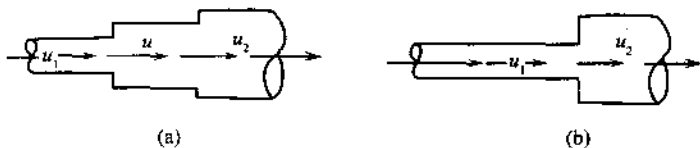

图 1-8
- ① 流动阻力损失占流体动能的比例随雷诺值的增大而下降
- ② 雷诺值增大,摩擦系数下降,流体阻力损失将减小
③ 随着雷诺值的增大,管壁粗糙度对流动的影响增强
④ 随着雷诺值的增大,流体黏度对流动的影响将相对削弱
- ① Re 增加, λ 增加 ② Re 增加, λ 减小
③ Re 增加, λ 基本不变 ④ Re 增加, λ 先增加后减小
- ① 不变 ② 增大
③ 减小 ④ 阻力的变化决定于流体和石蜡浸润情况
59. 图 1-8 中,流体的一次减速,由 u_1 降至 u_2 (b) 与流体的二次减速,由 u_1 降至 u ,再由 u 降至 u_2 (a), _____ 方式局部损耗大。
- ① 由 u_1 一次降到 u_2 局部损耗较大
② 由 u_1 经 u 再由 u 降至 u_2 局部损耗大些
③ (a)、(b) 情况损耗一样
④ 要通过计算方能比较